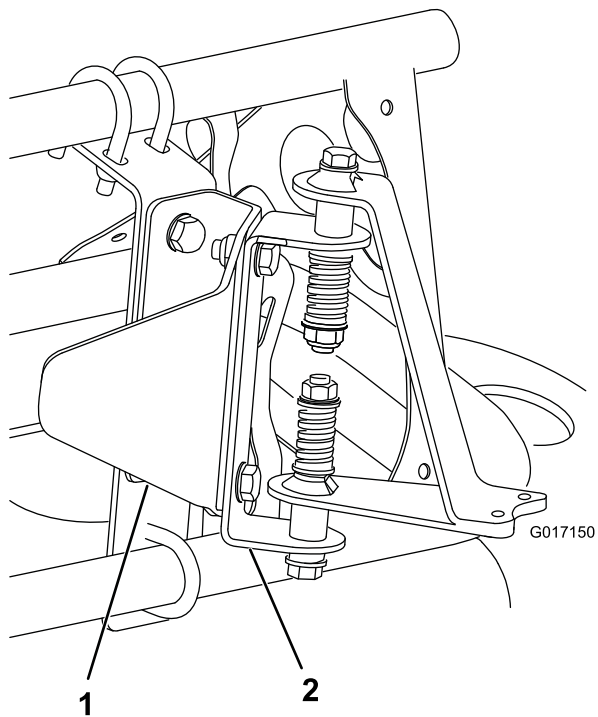
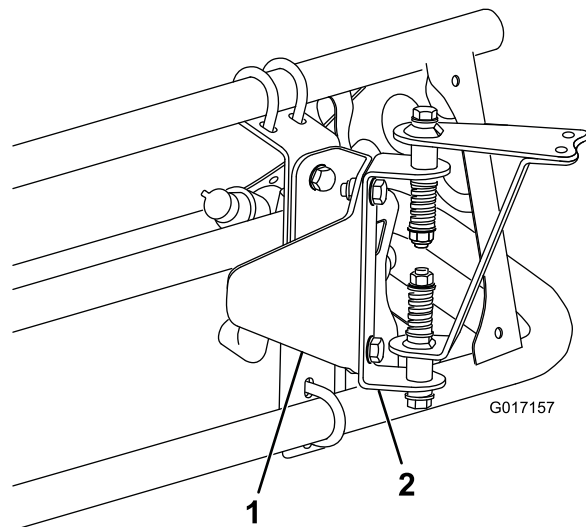

図 8
図 9
3. センサーガードブラケットにセンサー取り付け金具を取り付ける；ボルト（5/16 x 3/4 インチ）（2本）とロックナット（5/16 インチ）（2個）を使用する（カバー付きブームの場合は 図 8、カバー無しブームの場合は 図 9 を参照）。